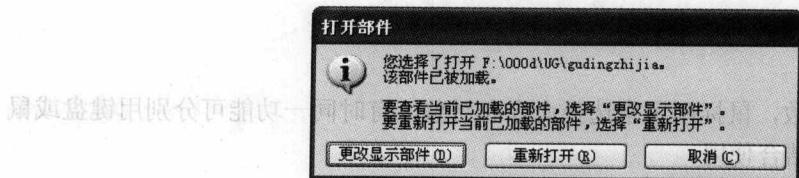

图 1-17 重复打开文件提示对话框
- 2) 如果选择一个已经载入的文件，系统将弹出提示对话框如图1-17所示，用户可根据对话框内的提示信息进行操作。